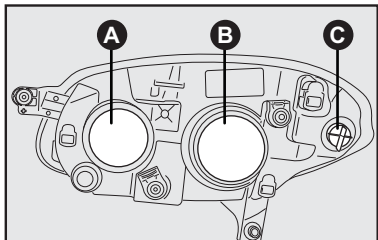

fig. 16
- Retirar a tampa **A-fig. 16** puxando-a;
- Recolocar a tampa **A-fig. 16**.
- Retirar a tampa **B-fig. 16** puxando-a;
- Recolocar a tampa **B-fig. 16**.
- Retirar o porta-lâmpada **C-fig. 16** de sua sede girando-o no sentido anti-horário;